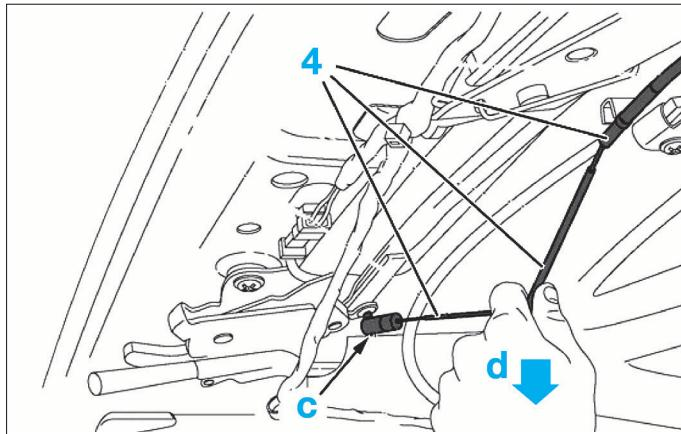
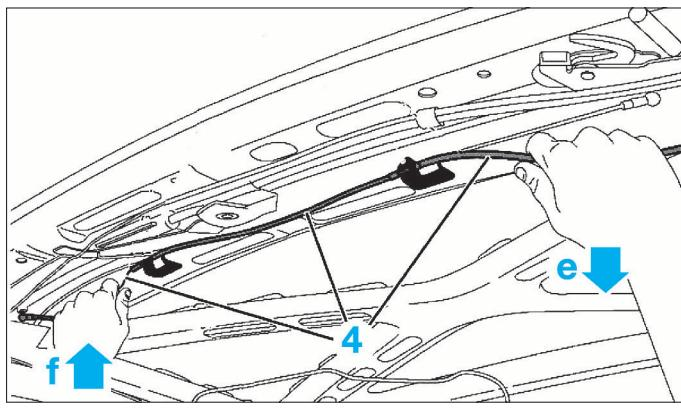

FIG. 98
FIG. 99
- Acrocher le câble (4) en (c) (Fig.98).
- Tirer et maintenir le câble (4) en (d).
- Tirer et maintenir en tension le câble (4) en (e) (Fig.99).